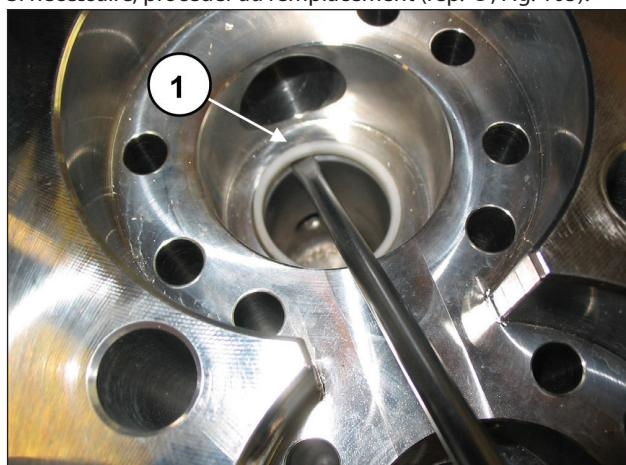

Fig. 105
Dégager les sièges de soupapes et vérifier si les joints sont usés. Si nécessaire, procéder au remplacement (rep. ①, Fig. 105).